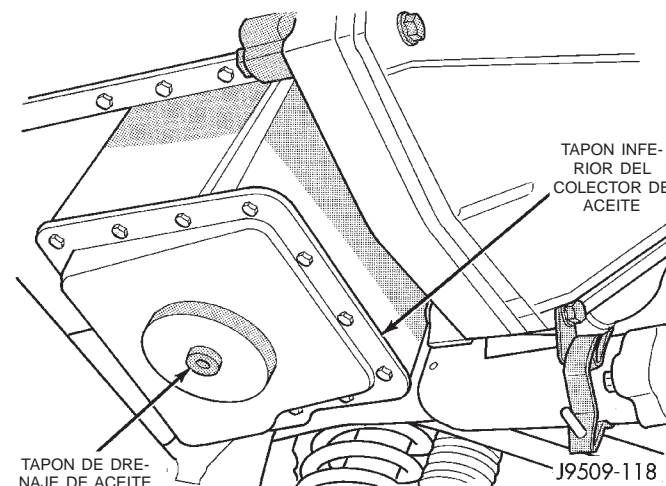

Fig. 46 Colector de aceite
(1) Desconecte el cable negativo de la batería.
(2) Eleve el vehículo con un elevador.
(3) Drene el aceite.
(4) Retire la cubierta inferior del colector de aceite (Fig. 46).
(5) Retire los pernos del colector de aceite. Retire los 6 pernos que están en el interior del colector de aceite.
(6) Retire el colector de aceite.